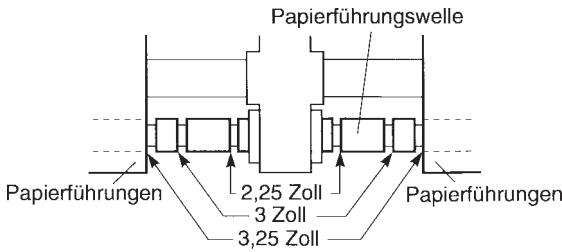

Abb. 2-3 Einstellung der Papierführung (SP312)
- ⑤ Stellen Sie die linke und rechte Papierführung ein. Lassen Sie einen 0,5 mm breiten Abstand zwischen Papierführung und Papierkante und stellen Sie den Sperrhebel fest.
- Indem Sie den Sicherungsring einsetzen, der der Rille der Papierführungswelle in Abb. 2-3 entspricht, legen Sie die Position für die Papierführung fest.
- ⑥ Den Netzschalter des Druckers in Ein-Stellung stellen.
- ⑦ Schneiden Sie die Vorderkante des Rollenpapiers in einer geraden Linie ab.